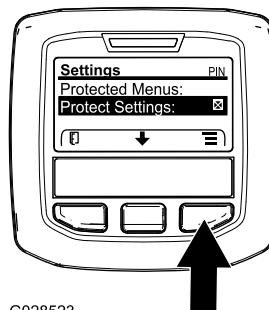

図 41
- 保護メニューにアクセスし、サブメニューのロックを解除する 図 41 アクセス制限付きメニューへのアクセス \(ページ 23\) を参照。